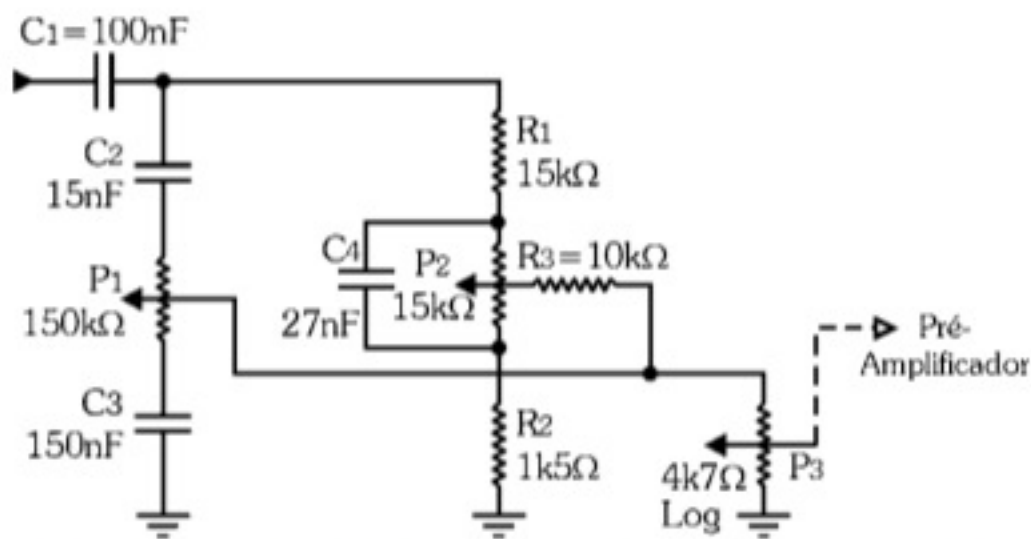

Figura 7.46 - Controle de tonalidade - sinais graves e agudos.
7.4) Analise o circuito da Figura 7.46 e identifique a função de  $P_1$ ,  $P_2$  e  $P_3$  dado que se trata de um circuito de controle de volume e tonalidade (graves e agudos).